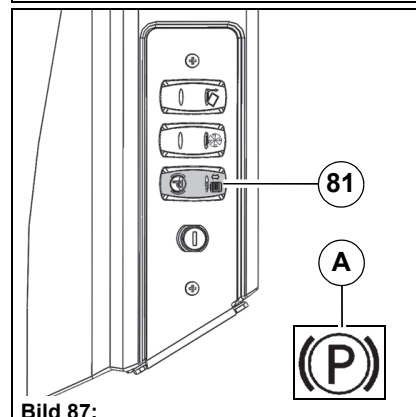

Bild 87:
- I multifunktionsdisplayen visas varningssymbolen **Bild 87-A**.
Tryck på omkopplaren **Bild 88-81**. Parkeringsbromsen lossnar igen. När parkeringsbromsen är lossad slocknar varningslampan **Bild 87-A**.